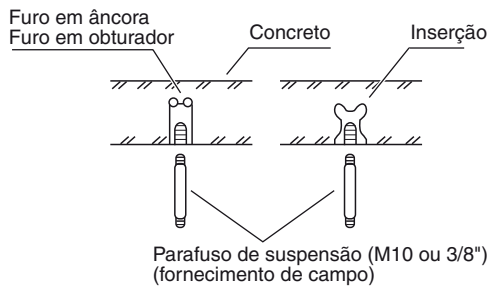

Fig.3-3
- Insira os parafusos de suspensão (Fig. 3-3).
- (2) Aparafuse os parafusos de suspensão deixando-os protuberantes desde o tecto (Fig. 3-3). (Corte o material de tecto, se for necessário.)